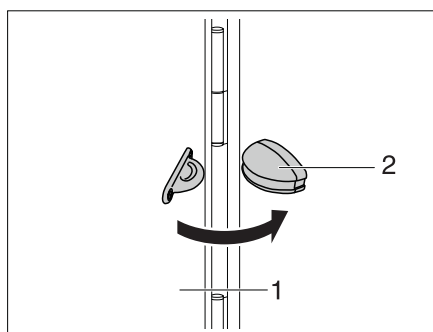

Fig. 53 Fermo sportello esterno
- Aprire lo sportello esterno (Fig. 53,1) e ribaltarlo contro la parete del veicolo.
- Spingere lo sportello esterno nel fermo (Fig. 53,2).
- Sbloccare lo sportello esterno (Fig. 53,1) dal fermo (Fig. 53,2) tirandolo con forza.